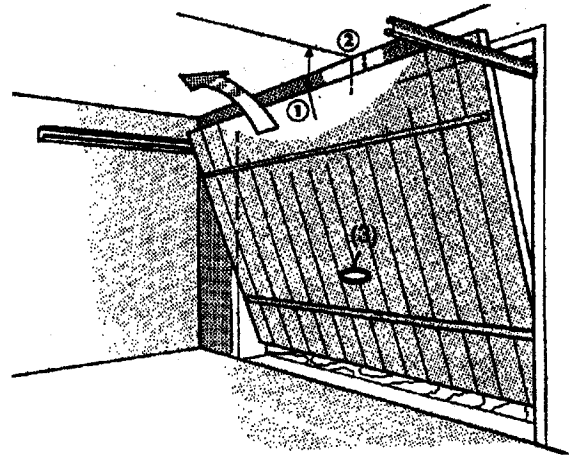

fig. 3
Opgelet: Het handvat (3) bevindt zich niet altijd in het midden van de deur zoals bijvoorbeeld bij herbeklede deuren. Het is dus heel belangrijk om het midden van de deur opnieuw op te meten. (zie 1 en 2 fig. 3)
1. Zoek het precieze midden van de deur en markeer dit midden op de deur (1) en op de dorpel (2). (zie fig. 3)
2. Open de deur en breng deze markering aan op het plafond. (zie fig. 3 pt.(2)).